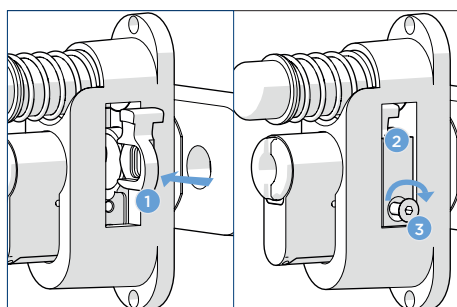

Imagen 2: pasar leva y atornillar soporte de leva
- Pasar la leva (1) sobre el cilindro BS02/X3 (consulte la imagen 2, izquierda)
- Fijar el soporte de la leva (2) a mano en el cilindro con el tornillo avellanado (3) (consulte la imagen 2, derecha)